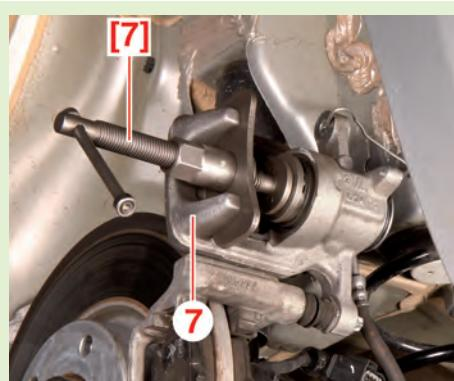

Fig.12
- Repousser doucement et complètement le piston de l'étrier de frein (7) à l'aide d'un repousse piston [7] (Fig.12).